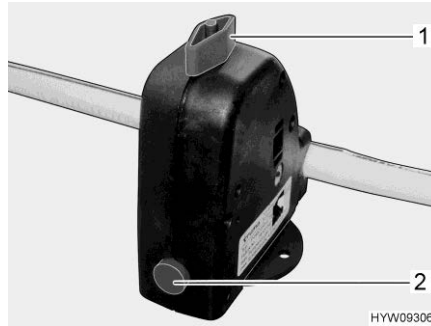

Bild 118 Säkerhets-/avtappningsventil (varmvattenberedare)
Varmvattenberedaren är utrustad med en säkerhets-/avtappningsventil (Bild 118). Säkerhets-/avtappningsventilen gör så att vattnet i varmvattenberedaren inte kallnar när det är frost och värmen inte är påslagen.
- Stäng säkerhets-/avtappningsventilen. Ställ vredet (Bild 118,1) diagonalt mot säkerhets-/avtappningsventilen och tryck in tryckknappen (Bild 118,2).
- Öppna säkerhets-/avtappningsventil. Vrid då vredet (Bild 118,1) mot säkerhets-/avtappningsventilen. Tryckknappen (Bild 118,2) skjuts ut. Nu töms varmvattenberedaren via säkerhets-/avtappningsventilen utomhus.